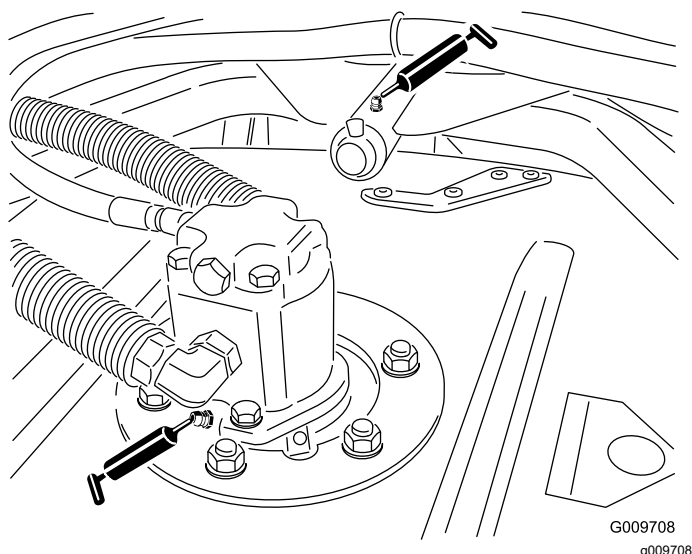

Figura 78
- Cojinetes del eje de la unidad de corte (2 por unidad de corte) tal y como se muestra en la Figura 78
- Cojinetes de los brazos de tiro de las unidades de corte (1 por unidad de corte) tal y como se muestra en la Figura 78